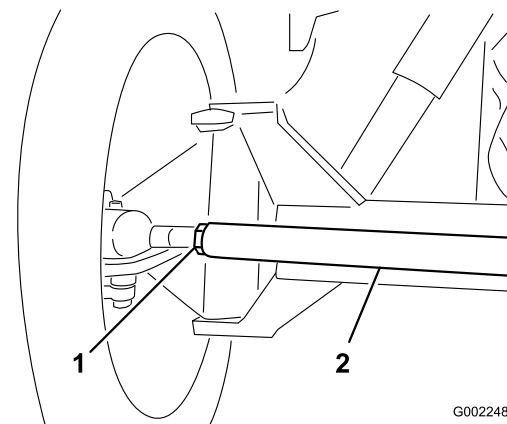

Figura 50
3. Se a medição obtida não corresponder aos valores especificados desaperte as porcas de segurança nas extremidades das barras transversais (Figura 50).